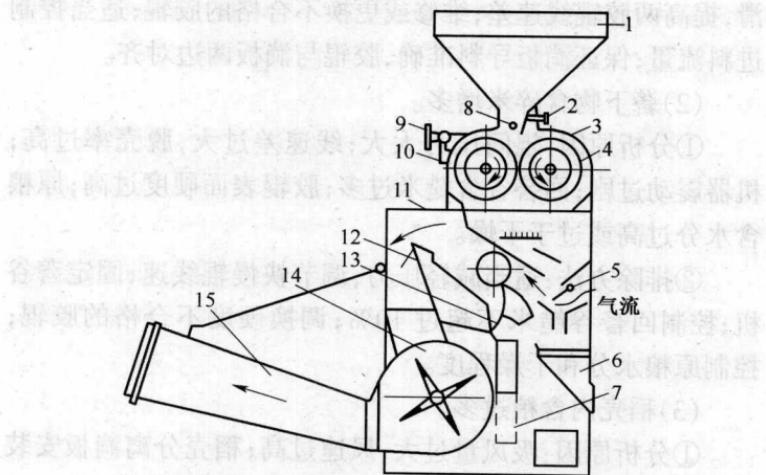

图 1-1 胶辊砻谷机结构示意图
(1) 胶辊砻谷机的构造如图 1-1 所示，它主要由进料斗、胶辊、风机、调节机构、传动机构和机架等组成。